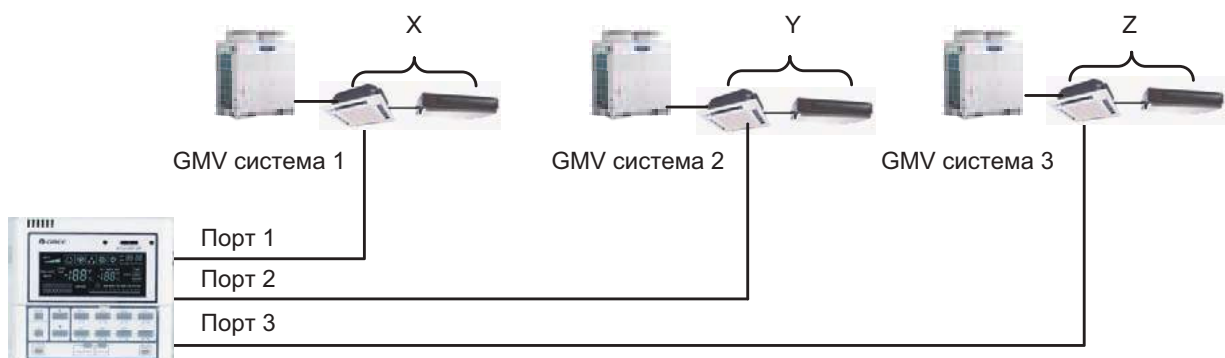

Рис. 7.23
7.5.10 Схема подключения зонального пульта пульт SE50-24/E (Рис. 7.23).